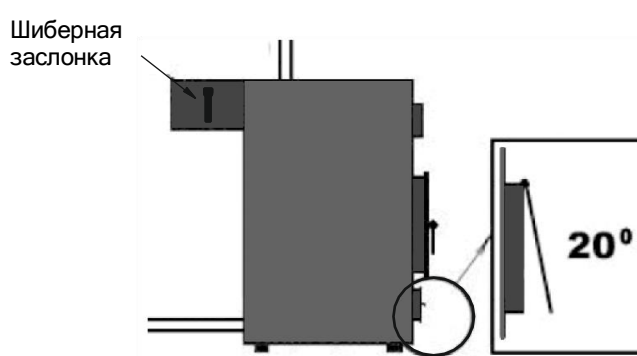

Рисунок 12
- после этого дверцу регулировки подачи воздуха необходимо прикрыть на половину (рис. 12) так, чтобы через воздушный зазор не выхлопывался дым, если дым будет выхлопываться, то следует прикрыть дверцу регулировки подачи воздуха еще, но не полностью;